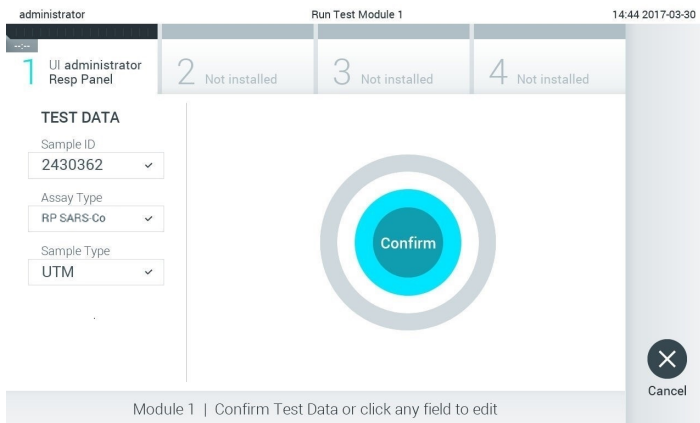

Figura 27. Conferma dell'inserimento dei dati.
- 18. Quando tutti i dati visualizzati sono corretti, premere Confirm (Conferma). Se necessario, selezionare il campo appropriato per modificarne il contenuto o premere Cancel (Annulla) per annullare il test (Figura 27).